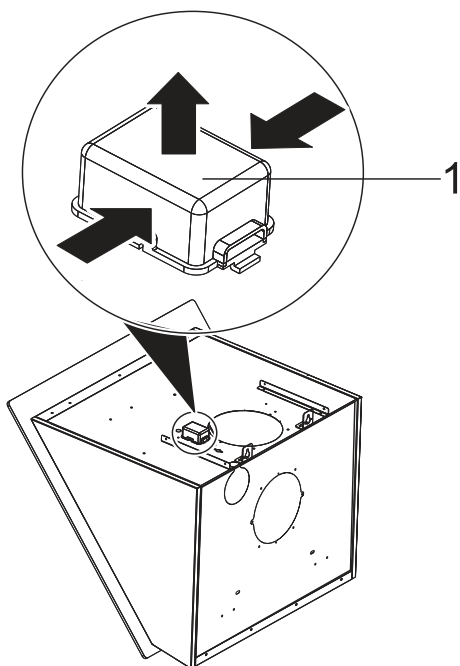

Abb. 15
2. ➤ Drücken Sie den Deckel (Abb. 15/1) an den langen Seiten zusammen, um die schwarze Box zu öffnen und nehmen Sie den Deckel ab.